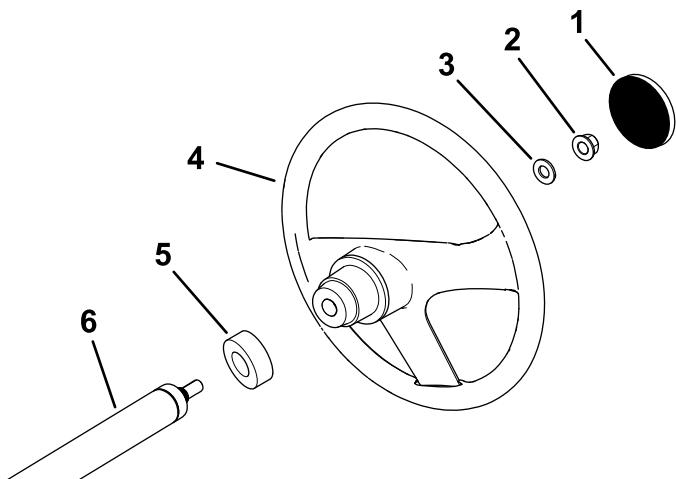

Figure 3
1. S'il est présent, déposez le couvre-moyeu du volant (Figure 3).
2. Retirez le contre-écrou (1/2") de l'arbre de direction (Figure 3).
3. Glissez le volant, le couvre-moyeu et la rondelle (1/2") sur l'arbre de direction (Figure 3).
5. Reposez le couvre-moyeu sur le volant (Figure 3).